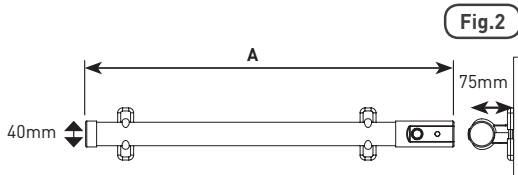

Fig.2
- Le dimensioni delle stufette compaiono nella [Fig. 2].